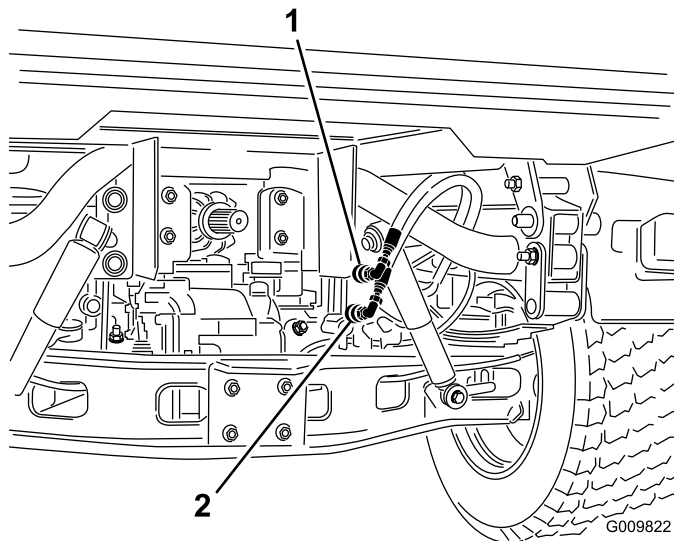

Bild 79
2. Schließen Sie an beiden Fahrzeugen die beiden Schnellkupplungsschläuche von den Schläuchen ab, die an der Schnellkupplungshalterung befestigt sind (Bild 79).